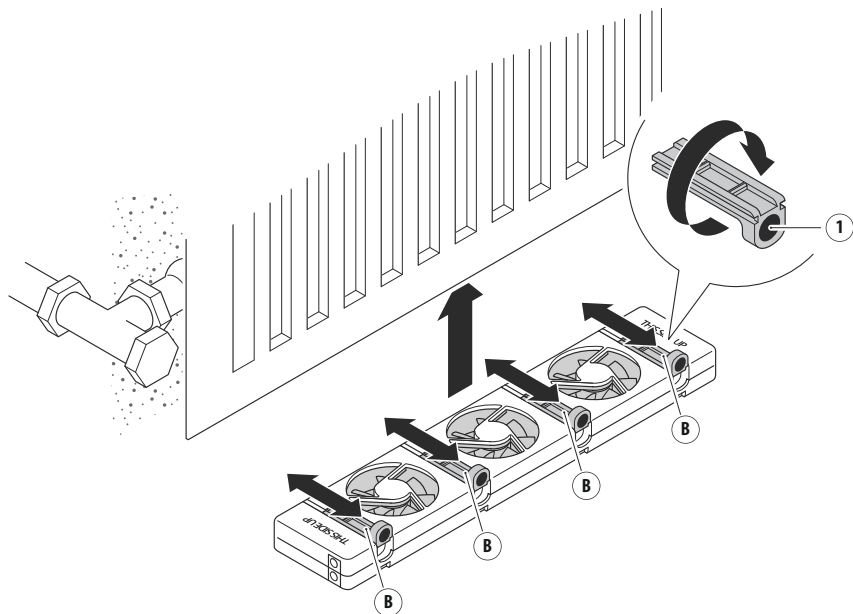

Fig. 7: Sujetar el SpeedComfort (A) a un radiador de placa única.
1. Coloque los **imanes ajustables** (B) de modo que los **imanes** (1) estén en el mismo lado y los cuatro **imanes** (1) apunten hacia arriba. Retire el bloque que está enfrente de los imanes ajustables en la carcasa. Desechar el bloque como residuo plástico.
3. Utilice los **imanes ajustables** (B) para sujetar el SpeedComfort (A) al radiador de placa única (véase fig. 7).